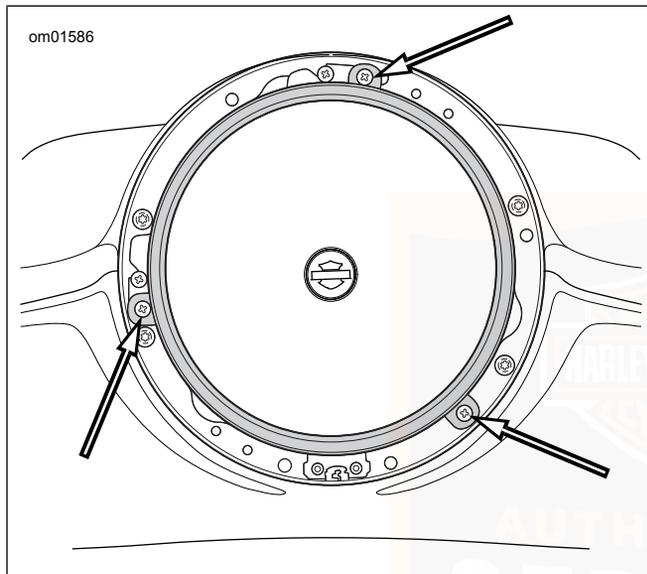

Abbildung 44. Scheinwerfer-Sicherungs-schrauben: FLD Modell
2. Siehe Abbildung 44. Die Schrauben entfernen, mit denen die Scheinwerferbaugruppe befestigt ist.